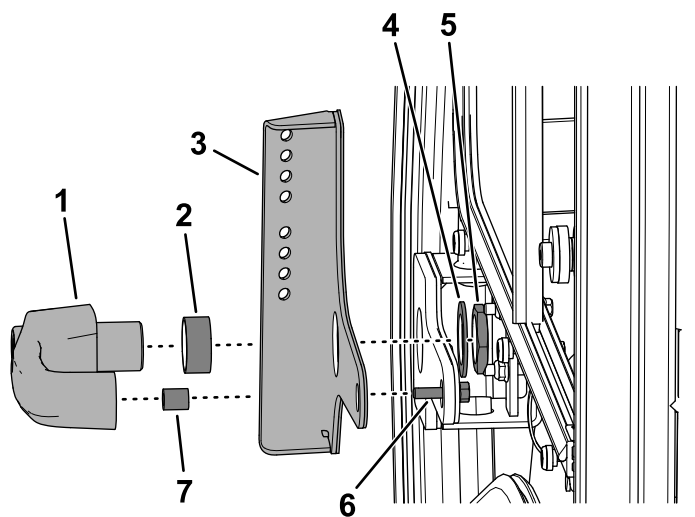

Figura 4
5. Instale o manípulo da porta utilizando a montagem do espelho aderida e a porca de montagem, anilha, parafuso de cabeça flangeada (6 x 25 mm) e dois espaçadores previamente removidos (Figura 4).